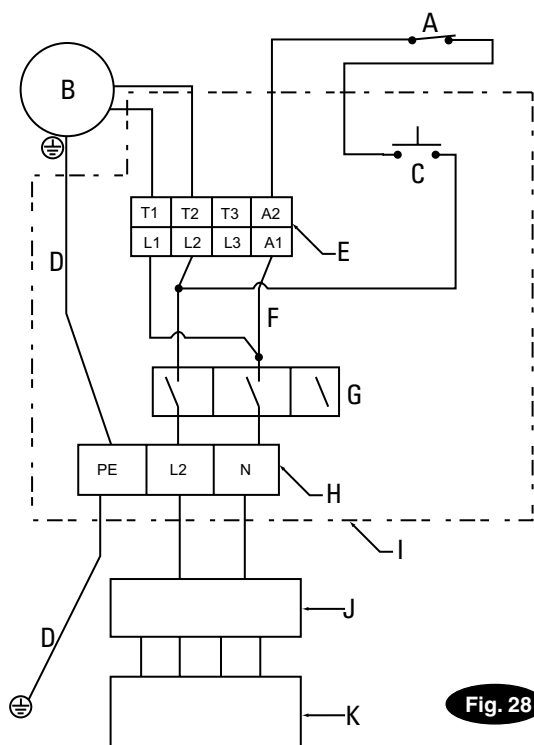

Fig. 28
19. Système électrique : Laisser un électricien autorisé mettre en service l'alimentation en courant du moteur, fig. 28, 28a ou 28b. Couper le câble pour l'ampérage approprié comme indiqué. Se reporter au tableau avec caractéristiques de fonctionnement du moteur, fig. 28, 28a, 28b. Utiliser un circuit séparé pour chaque unité d'alimentation. Protéger chaque circuit avec un coupe-circuit en respectant les règlements locaux. Installer un sectionneur séparé entre l'alimentation en énergie et l'unité d'alimentation. Marquer celui-ci avec « 0 » pour « ARRET » et « 1 » pour « MARCHE ». Le câblage DOIT correspondre à toutes les prescriptions électriques locales.
20. Interrupteur supérieur : Contrôler l'ensemble de commutation sur traverse pour s'assurer que la barre de commutation active le commutateur lorsqu'il est monté. L'interrupteur est câblé en version fermée standard ; il arrête le moteur lorsqu'il s'enclenche, voir fig. 28, 28a ou 28b & fig. 29.